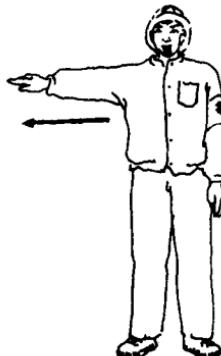

图 2-12 停止
12) “停止” 小臂水平置于胸前，五指伸开，手心朝下，水平挥向一侧，如图 2-12 所示。